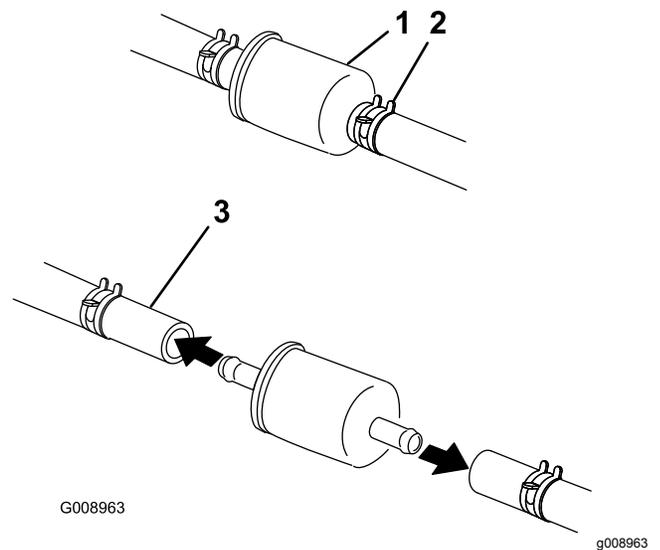

Figura 51
2. Pulite attorno al tappo del carburante per evitare che i detriti finiscano nel serbatoio del carburante (Figura 51).
4. Premete le estremità delle fascette stringitubo ed allontanatele dal filtro (Figura 51).